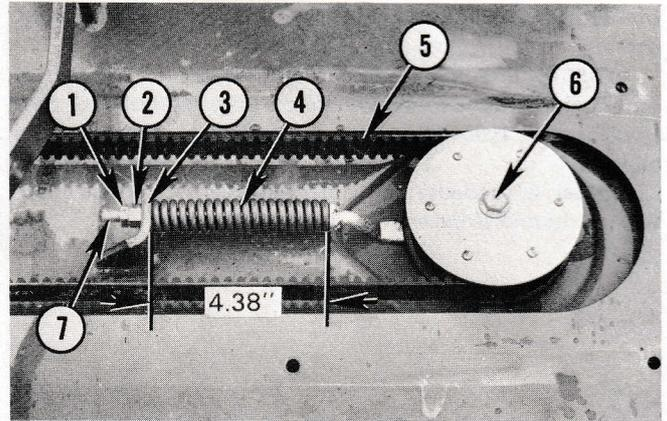

Fig. 43 — Réglage de la tension des courroies
1. Enlever les carters de courroies et mesurer la longueur du ressort (N° 4, Fig. 43). Si la longueur n'est pas de 110 mm (4.38"), il faut faire un réglage.
4. Dévisser entièrement les écrous (N^{os} 1 et 2, Fig. 43) pour permettre aux ressorts (N^o 4) de pousser les axes de poulie-lame vers l'extérieur pour tendre les courroies.
6. Vérifier de nouveau la longueur du ressort. Si elle est inférieure à 110 mm (4.38"), enlever la rondelle (N^o 3, Fig. 43). Si elle est plus de 110 mm (4.38"), ajouter des rondelles entre le ressort et la bride jusqu'à ce que la longueur du ressort soit correcte.